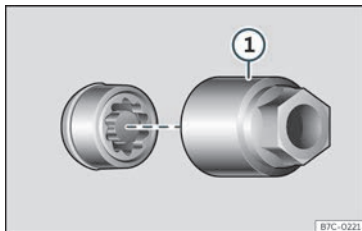

Fig. 40 Parafuso antirroubo da roda com capa de proteção e adaptador.
- Encaixe o adaptador especial >>> **Fig. 40** ① (ferramenta de bordo >>> **Página 47**) no parafuso antirroubo da roda até ao limite.